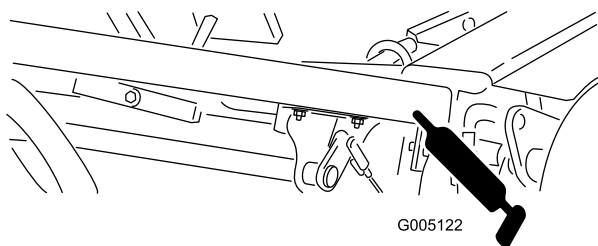

Figura 29
- Pivote de elevación/siega (Figura 29)